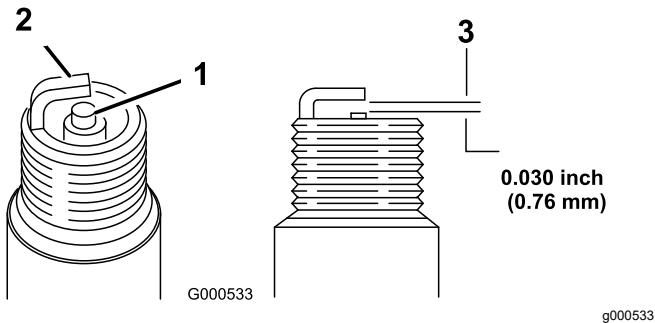

Figura 23
5. Ajuste la distancia entre los electrodos a 0.76 mm (0.030") (Figura 23).